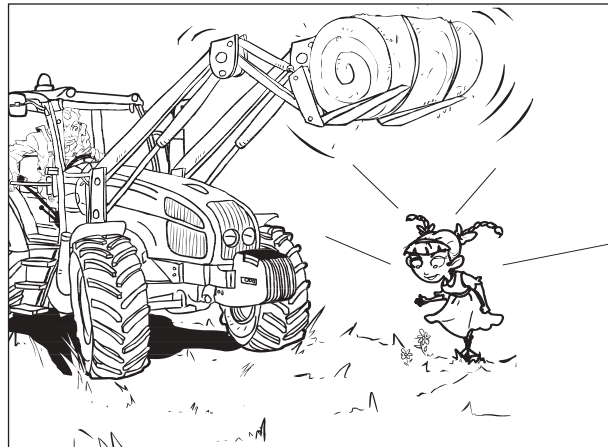

Fig. 17
- Mantenga alejado de la zona de maniobra a otras personas. No permita que nadie permanezca ni pase bajo un implemento alzado (Fig. 17).
**ATENCIÓN:** NO eleve nunca una carga por encima de una persona (Fig. 17).